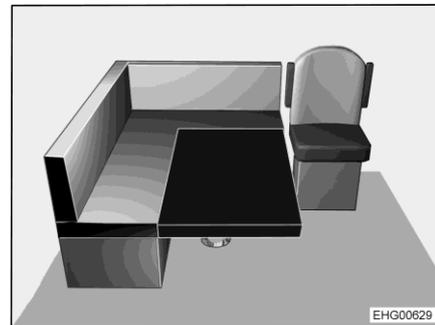

Fig. 77 Après la transformation
- Placer le coussin supplémentaire sur la table comme représenté à la Fig. 77. Le coin arrondi est orienté vers l'avant droit.